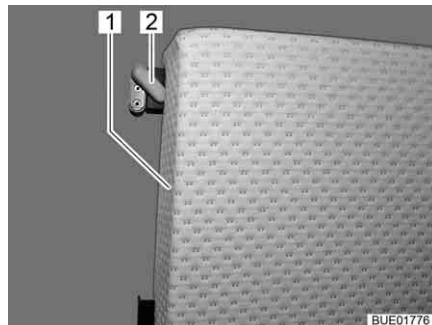

Fig. 139 Fixation des coussins supplémentaires
- Tourner le verrou de maintien (Fig. 139,2) et retirer les coussins supplémentaires de leur fixation à l'intérieur de l'armoire (Fig. 139,1).